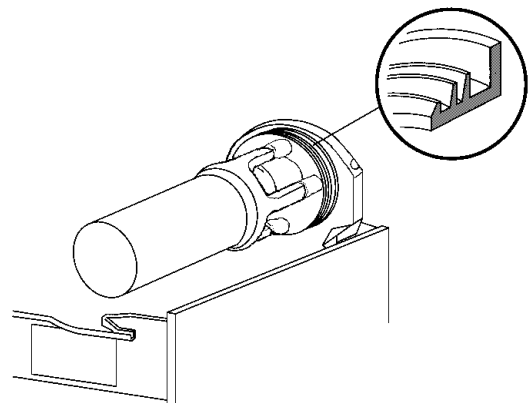

figura 14
- NOTA: El borde de mayor diámetro debe ser apoyado en la pared posterior (ver figura 14).